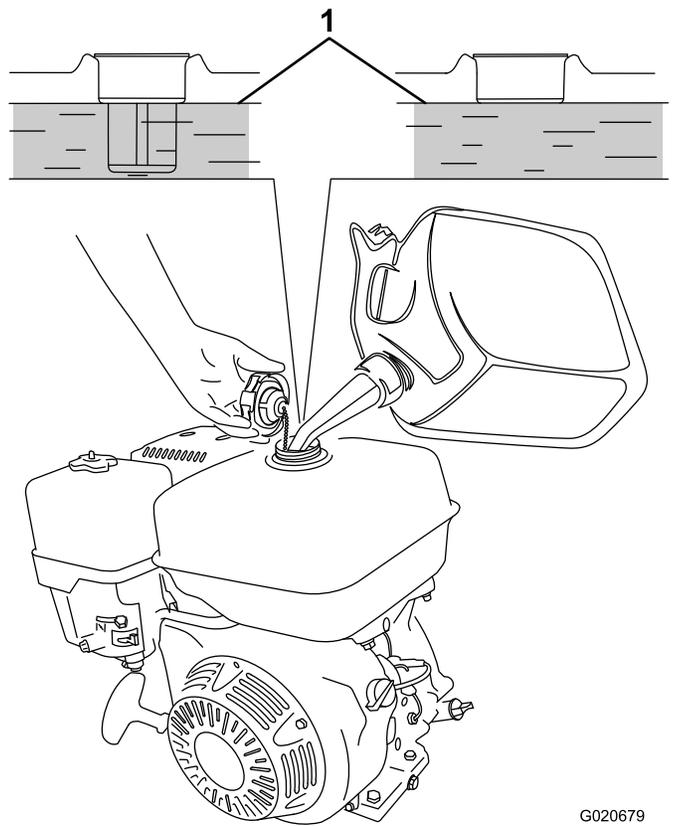

Figure 34
3. Versez du carburant dans le réservoir de carburant jusqu'à ce que le niveau maximum soit atteint (Figure 34).